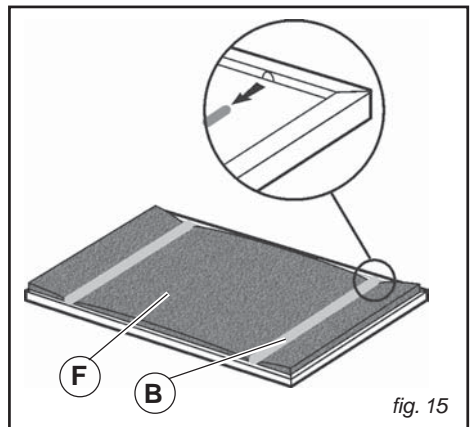

fig. 15
• **Sustitución del filtro de carbón (fig.15)**
El filtro de carbón (F) se coloca en el interior del filtro antigrasa metálico (Fig.15); elimine las detenciones de filtros (B) y retire el filtro de carbón.